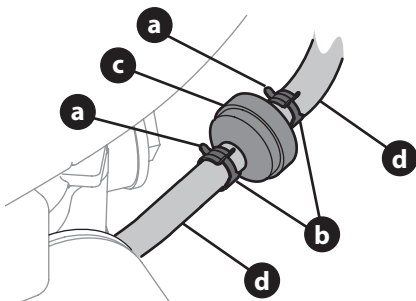

Figura 18
- Use pinzas para agarrar las pestañas (a) de las abrazaderas (b), a continuación, aleje las abrazaderas del filtro de combustible (c) (Figura 18).